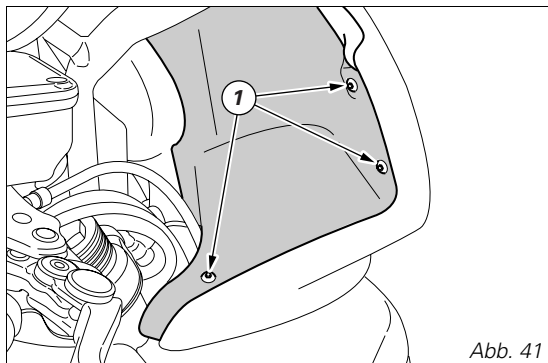

Abb. 41
Die sechs Schrauben (1) für die Befestigung der inneren Abdeckung beidseitig an der Cockpitverkleidung lösen und nach oben hin abziehen (Abb. 41).